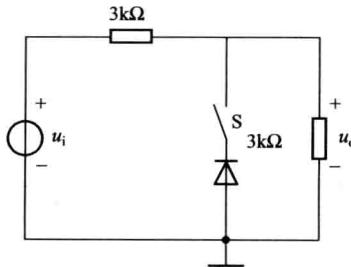

图 1-15 题 1.5 图
1.5 在图 1-15 所示电路中, 设 $u_i=(8\sin\omega t)$ V, 且二极管具有理想特性, 当开关 S 闭合和断开时, 试对应画出 u_o 波形。(16 分)